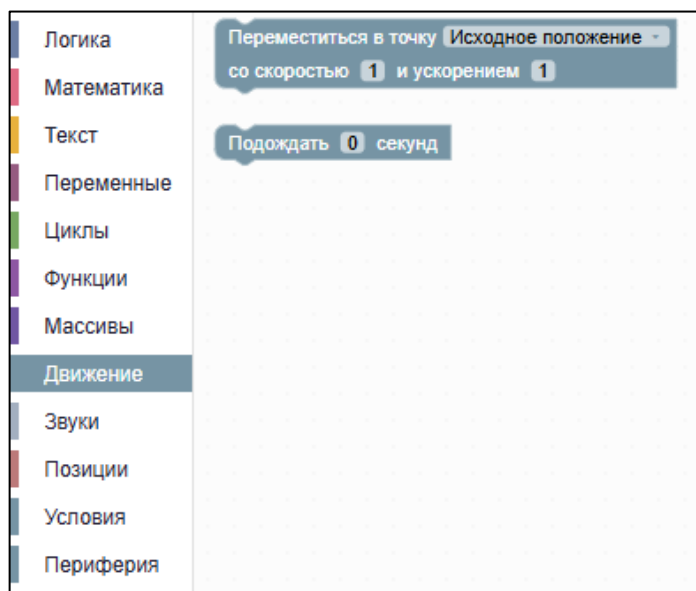

Рисунок II-20 – Раздел «Движение»
- Раздел «Движение» (см. Рисунок II-20):